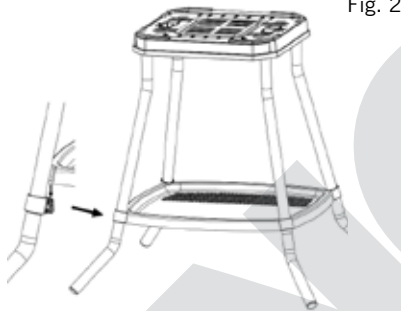

Fig. 2
5. Inserire la superficie d'appoggio inferiore (Fig. 2). Nei tubi verticali sono presenti supporti [15] che devono innestarsi nella superficie d'appoggio (Fig. 2).